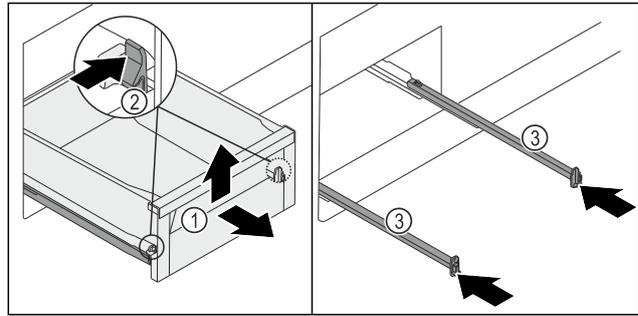

Fig. 128
- ▶ Schubfach Fig. 128 (1) bis zum Anschlag herausziehen.
- ▶ Klemme Fig. 128 (2) links und rechts gleichzeitig nach innen drücken.
- ▷ Schubfach Fig. 128 (1) löst sich von den Schienen.
- ▶ Schubfach Fig. 128 (1) vorne hochheben.
- ▶ Schubfach Fig. 128 (1) nach vorne entnehmen.
- ▶ Schienen Fig. 128 (3) einschieben.